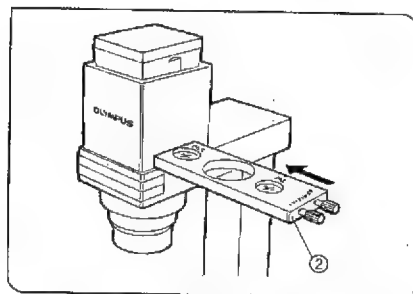

図 33
- 1) 照明支柱のスライダ溝のダミースライダを取外します。(図33)
- 2) リングスリットスライダ②の中央の空孔③に照明支柱に付属のフロストフィルタ④を落とします。(図33, 34)
- 3) リングスリットスライダ②をシルク印刷表示面を上側にして、クリック用のV溝を後側にしスライダ溝へ挿入します。(図33)